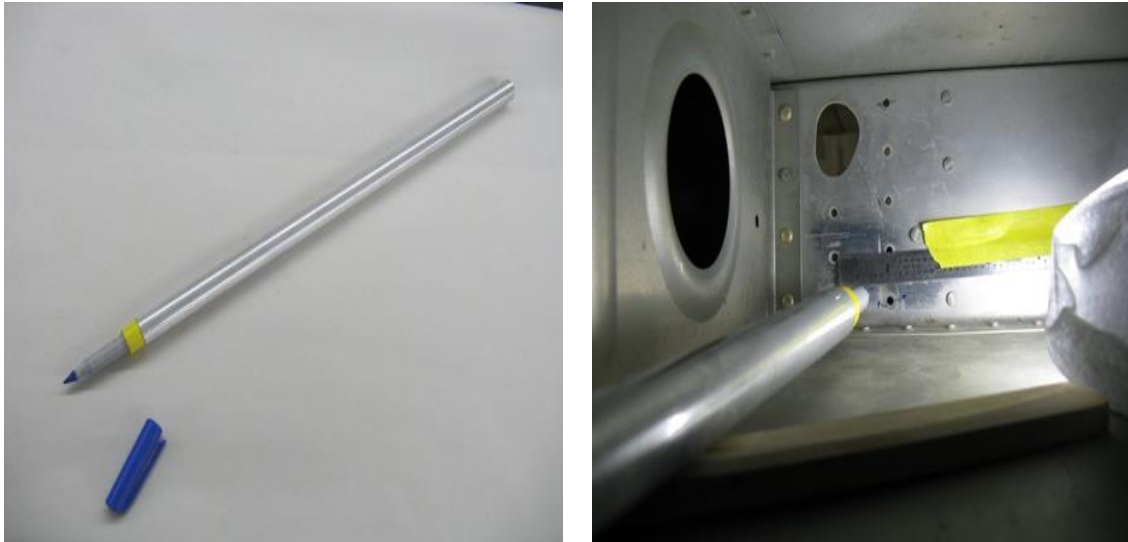

FIGURA 5: MARCANDO O CENTRO DO FURO NA LONGARINA.
PASSO 10: Usar um pedaço de tubo para fazer uma extensão manual para uma caneta marcadora de ponta fina (tubo de alumínio ou aço de 5/8") e numa cor que seja bem visível, marque os locais ótimos dos centros dos furos de alívio, na parte frontal do Bordo de Fuga. Ver Figura 5. Para ajudar no controle da caneta de ponta fina, você pode apoiar num pedaço de madeira que deve ser cortada com a altura aproximada do local do furo que está sendo marcado.